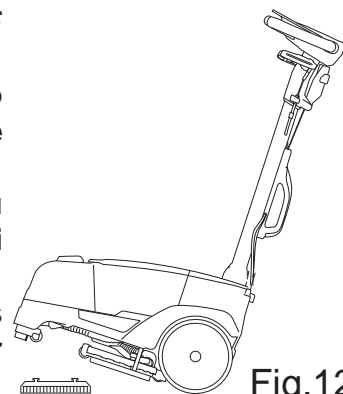

Fig.12
- Drücken Sie den Fahrgriff nach unten, um die Maschine vorne anzuheben, richten Sie die Bürstenabdeckung der Maschine zur Bürste aus und senken Sie die Maschine wieder ab (Abb. 12).
- Drücken Sie den Fahrgriff nach unten, um die Maschine vorne anzuheben (Abb. 12).